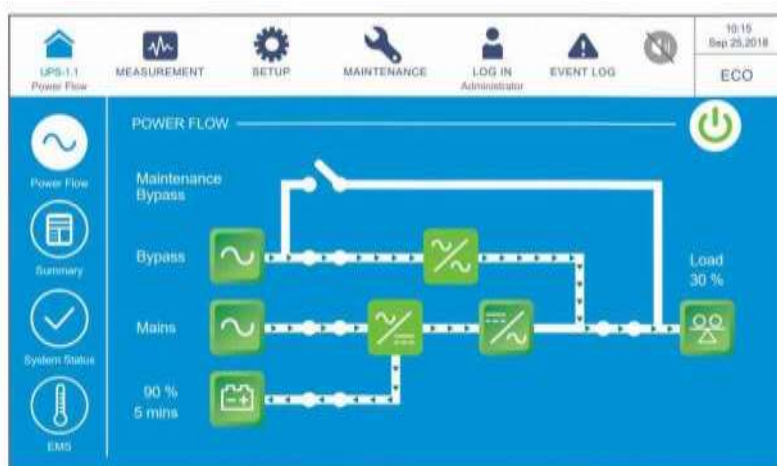

Рисунок 6-26: Экран ECO-режима
11. После выбора 'YES' для запуска инвертора ИБП, каждый силовой модуль запустится и выполнит самопроверку. В это же время система начинает синхронизацию с байпасным источником переменного тока. После завершения самопроверки ИБП автоматически перейдет в режим работы от батарей. После того, как система подтвердит, что байпасное напряжение в норме, ИБП автоматически переключится в ECO-режим, чтобы обеспечить подачу питания с байпасного источника переменного тока (см. **Рисунок 6-26**). В этот момент трехцветный светодиодный индикатор загорается зеленым цветом, и появляется следующий экран. Расположение трехцветного светодиодного индикатора см. на **Рисунке 2-11**.